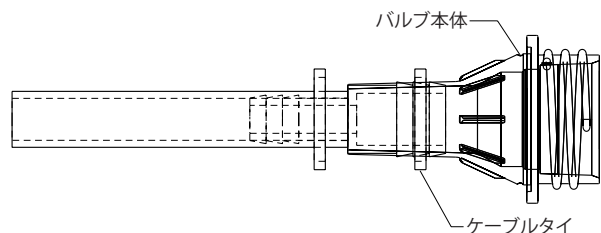

図4
10. バルブ本体に十分固定されるまでしっかりと押し、圧縮連結具を取り付けてください (図4参照)。
11. ジップタイガンを使用して、供給されたケーブルタイを圧縮連結具の中心にあるバルブ本体の周囲に取り付けてください (図4参照)。
13. バルブ本体内に十分に固定されるまで、しっかりと押して、圧縮連結具を取り付けてください (ページ20の図4を参照)。
14. ジップタイガンを使用して、圧縮連結具の中心にあるバルブ本体の周囲に、供給されたケーブルタイを取り付けてください (ページ20の図4を参照)。